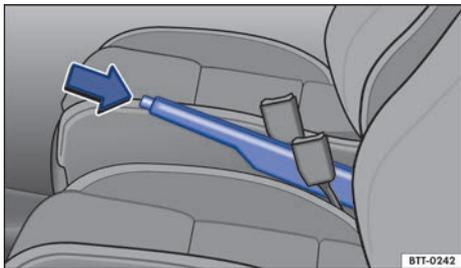

Fig. 138 Entre los asientos delanteros: freno de mano.
- Tire ligeramente de la palanca del freno de mano hacia arriba y presione el botón de bloqueo en el sentido de la flecha → fig. 138.